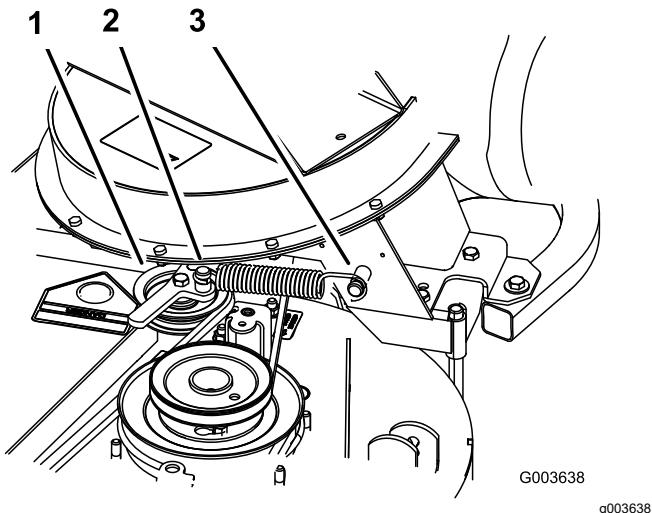

Figura 19
- Instale el muelle según se muestra en Figura 19.